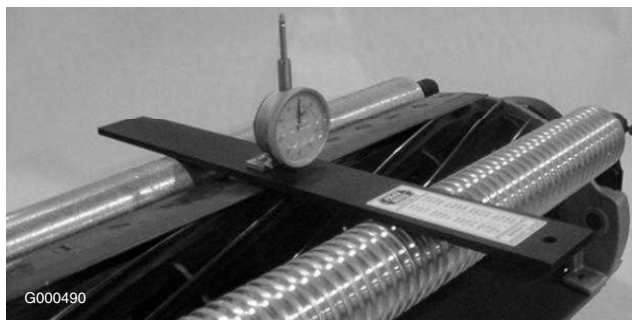

Figure 53
5. Accrochez la tête de la vis sur le bord tranchant de la contre-lame et appuyez l'arrière du gabarit contre le rouleau arrière (Figure 53).